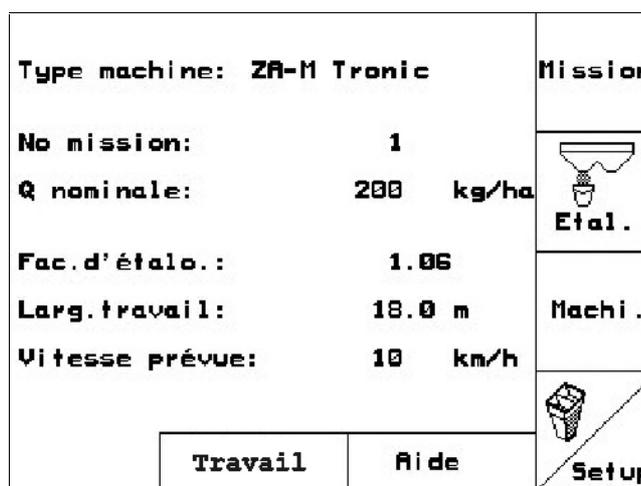

Fig. 17
-  - Menu Aide, possible uniquement à partir du Menu principal (Fig. 17).